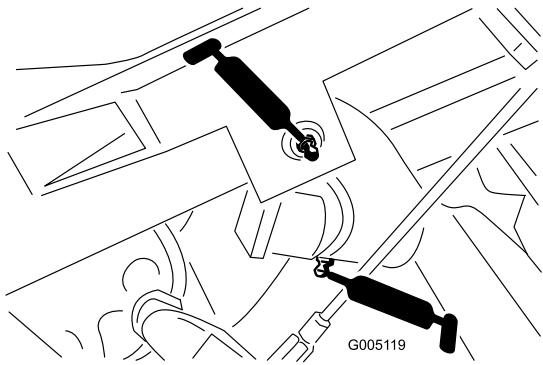

Figura 29
- Pivote del brazo de elevación (3) y bisagra del pivote (3) (Figura 29)